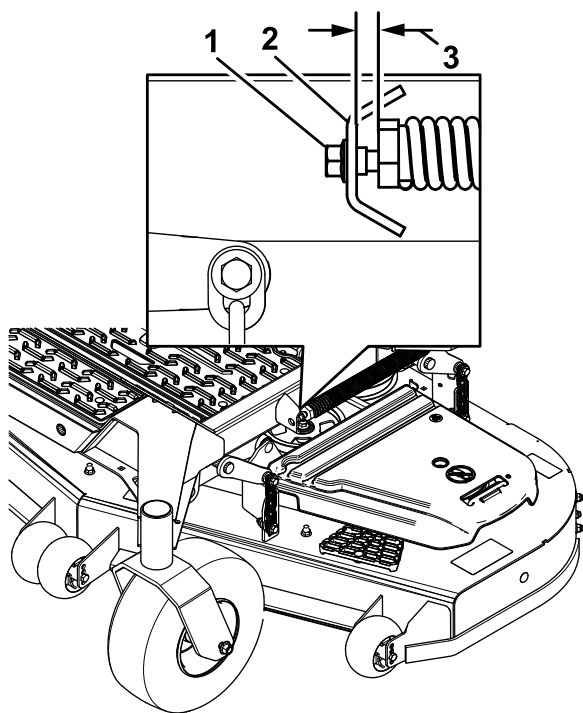

Рисунок 81
10. Медленно ослабьте регулировочный винт на пружине облегчения подъема так, чтобы появилась возможность снять этот винт (Рисунок 81).